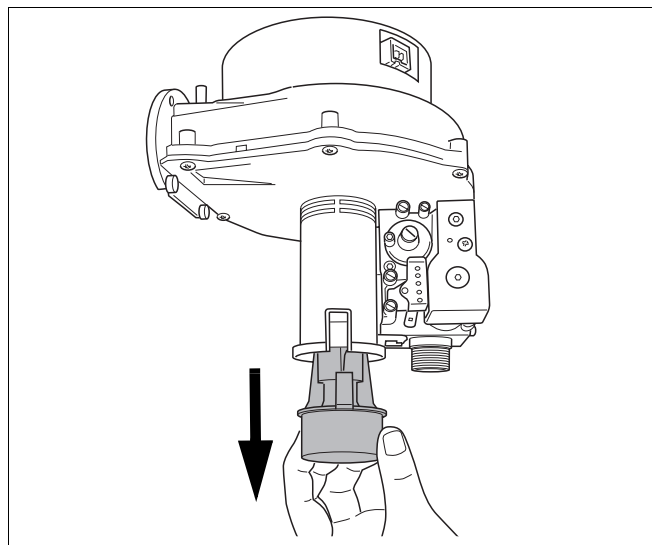

fig. 69 Remove venturi
- Remove the venturi (fig. 69).